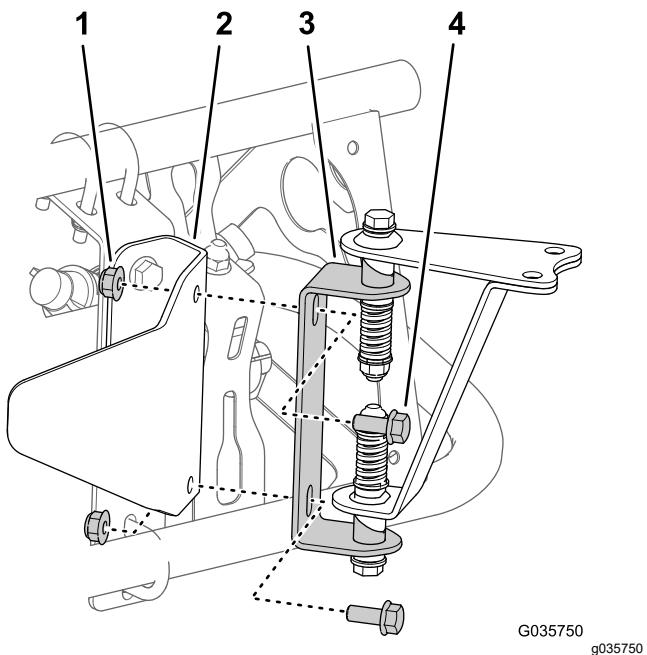
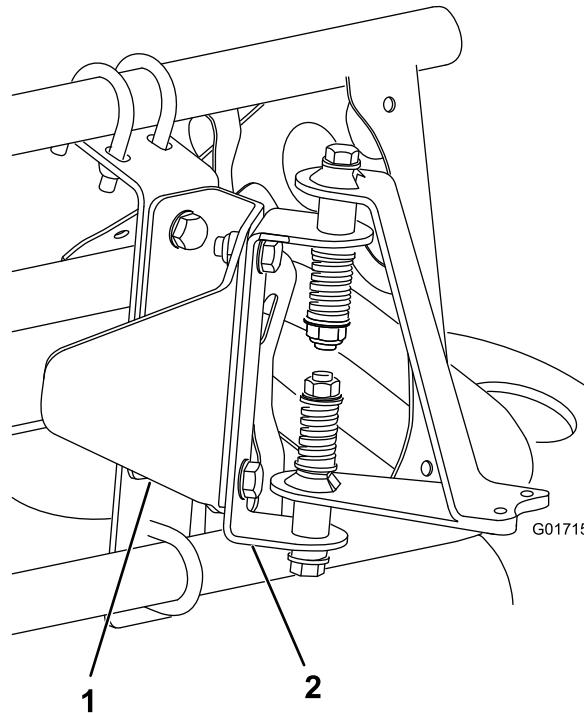

Bild 17
Bild 18
3. Montieren Sie die Befestigungen für die Sensorbefestigung mit zwei Schrauben (5/16" x 3/4") und zwei Sicherungsmuttern (5/16") an der Sensorschutzvorrichtungshalterung, wie in Bild 17 (für einen nicht abgedeckten Ausleger) oder in Bild 18 (für einen abgedeckten Ausleger) abgebildet.